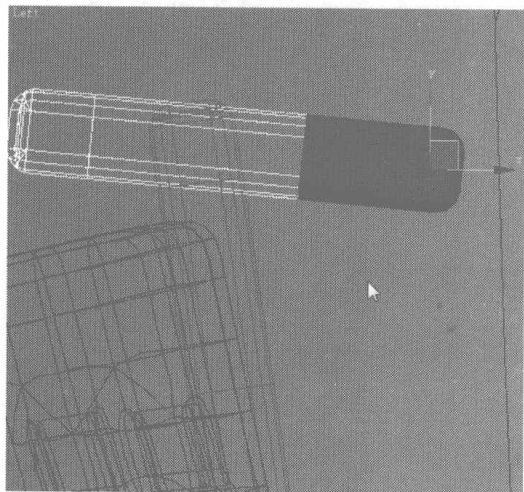
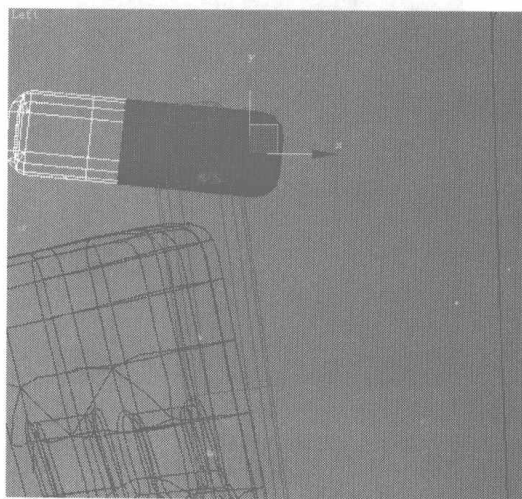
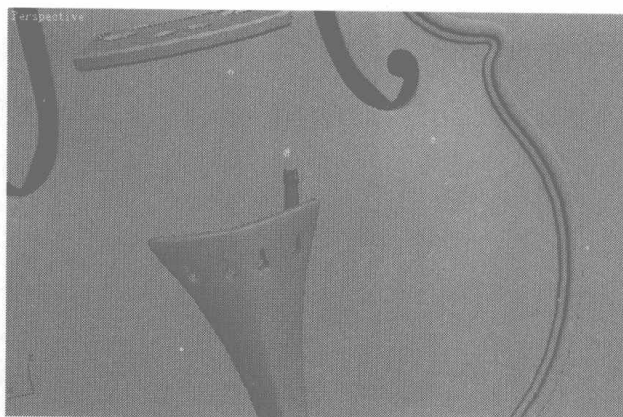

图 5.465
图 5.466
图 5.468
- 06 选择如图 5.465 所示的面, 调整到如图 5.466 所示的位置。调整模型上的点到如图 5.467 所示的位置。结果如图 5.468 所示。